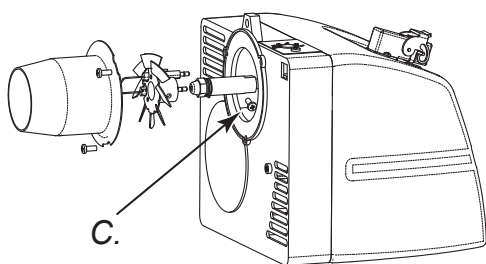

Рисунок 13 - Комплект диск пламени-электроды
- Выкрутить болт (С на Рис. 13), крепящий комплект дисков для огневых электродов и вынуть держатель сопла (F Рис. 14).